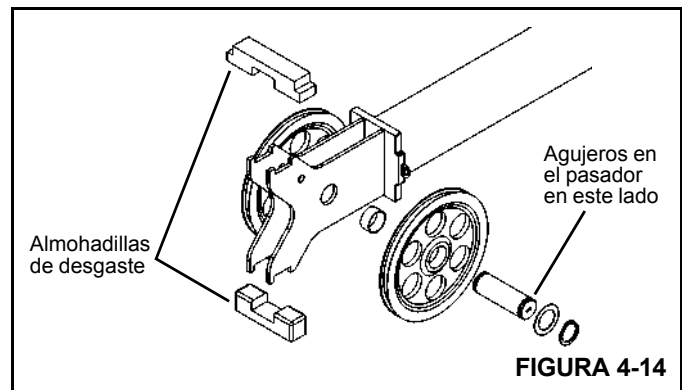

FIGURA 4-14
1. Instale las ruedas de polea en el cilindro telescópico. Los agujeros del extremo del pasador deberán quedar ubicados como se muestra en la Figura 4-14.
NOTA: Asegúrese de que las almohadillas de desgaste superiores no se caigan durante la instalación del cilindro (Figura 4-14).